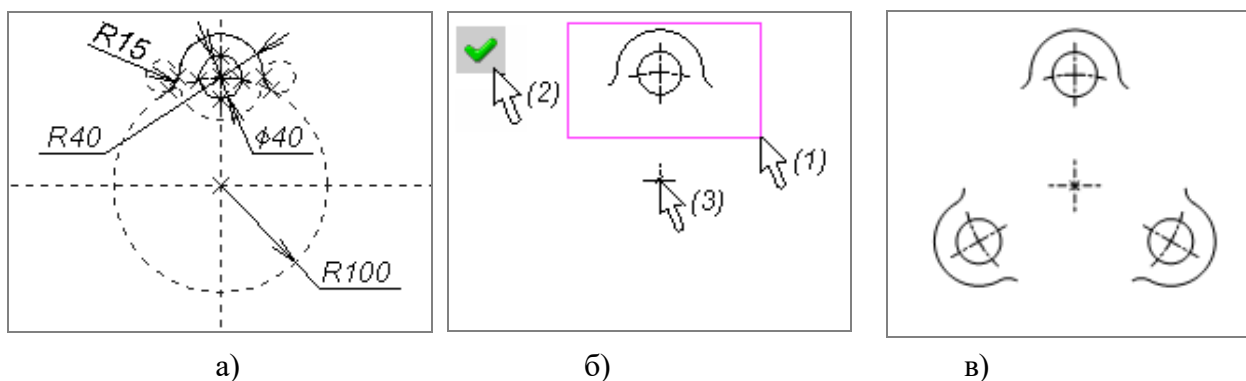

Рисунок 34 – Порядок построения кругового массива
2.3.1 Подготовительный этап: постройте изображение по заданным размерам (рисунок 34а). Уберите выступание линий построения при помощи опции «» в команде «».